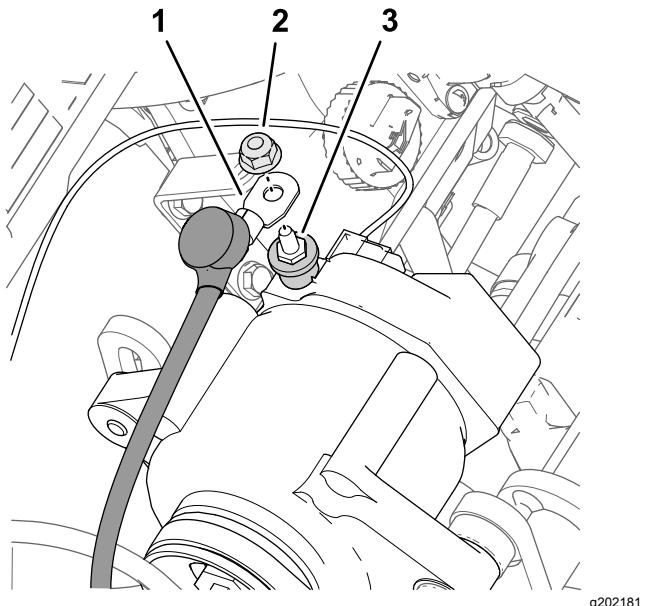

Bild 185
4. Befestigen Sie das rote (4 mm) Lichtmaschinenkabel mit der Mutter an der Anschlussklemme der Lichtmaschine (50 A) (Bild 185).
7. Schieben Sie die Isolierabdeckung über die Anschlussklemme der Lichtmaschine (Bild 185).
3. Nehmen Sie die Mutter von der Anschlussklemme der Lichtmaschine (50 A) ab (Bild 185).